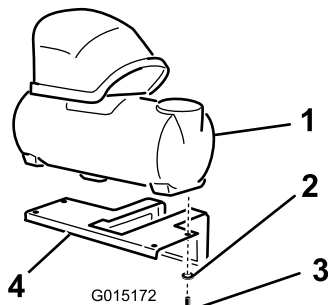

Рисунок 3
1. Установите бак пенного маркера в сборе на монтажный кронштейн, как показано на Рисунок 3.